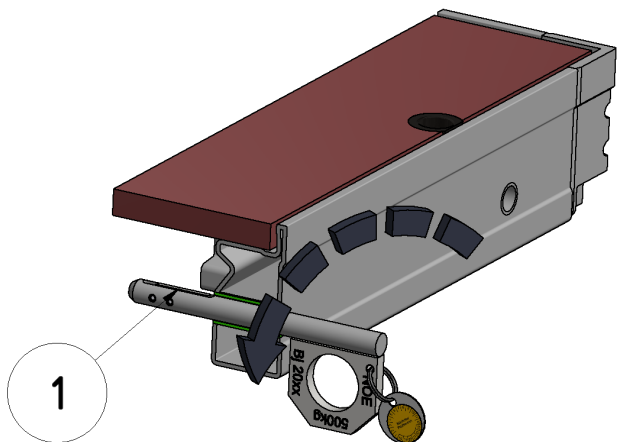

Figure 6
Faire pivoter la goupille de transport vers le bas tel qu'indiqué sur la figure 6.
La retenue (1) illustrée en figure 6 rentre automatiquement dans la goupille de transport.